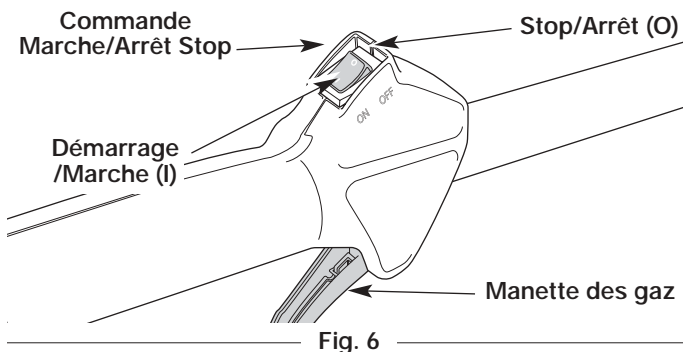

Fig. 6
2. Mettez la commande Marche/Arrêt Stop en position **MARCHE (I)** (Fig. 6).
2. Mettez la commande Marche/Arrêt Stop en position **ARRÊT (O)** (Fig. 6).